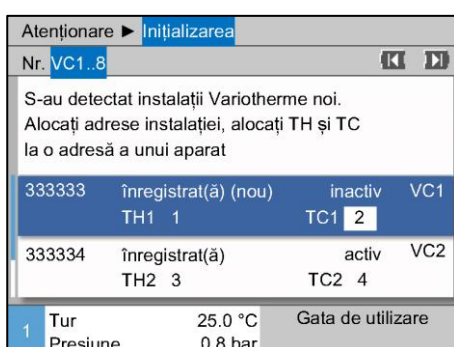

Fig. 25: Alocarea adresei TC
4. Navigați pe adresa pentru TC cu tasta și alocăți o adresă înregistrată. (→ Fig. 25 ex. alocăți Adresa 2 la TC1)